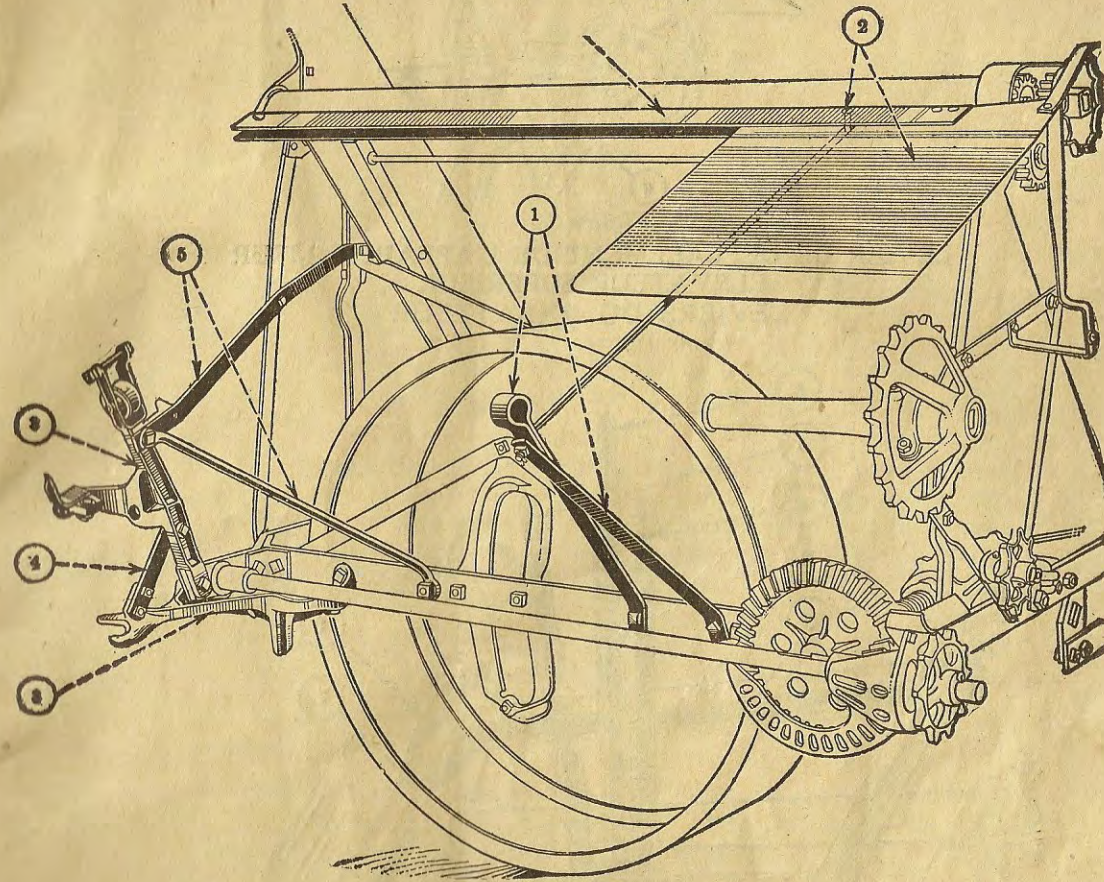

Figure 12
- 13° Boulonnez la coulisse de la table du lieur au palier du tapeur et au palier de la table (Voir aussi figure 12).
(Voir figures 12 et 13)